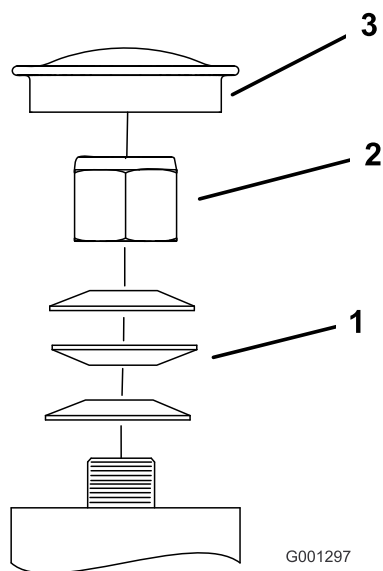

Figura 79
3. Togliete il coperchietto antipolvere dalla ruota orientabile e serrate il dado di bloccaggio (Figura 79).
4. Serrate il dado di bloccaggio finché le rondelle elastiche non sono piatte, quindi allentate di un quarto di giro per mettere a punto il precarico sui cuscinetti (Figura 79).
**Importante:** Verificate che le rondelle elastiche siano correttamente montate, come riportato nella Figura 79.
5. Montate il coperchietto antipolvere (Figura 79).